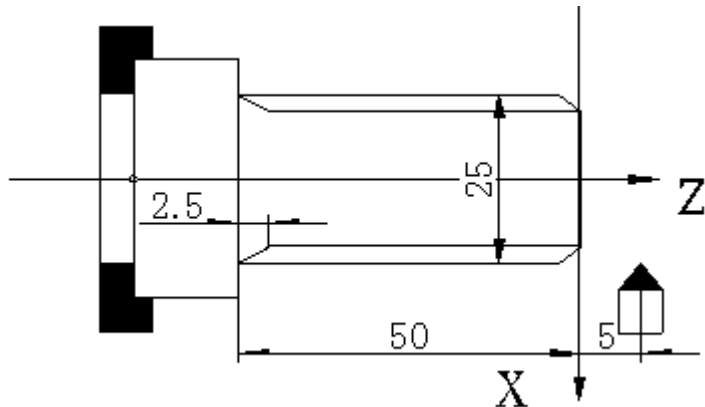

图 4-13 螺纹切削
5)、综合示例：如下图 4-13
例：螺纹导程 2mm 切深 2.5mm（直径值，分两次切入）。如图 4-13：